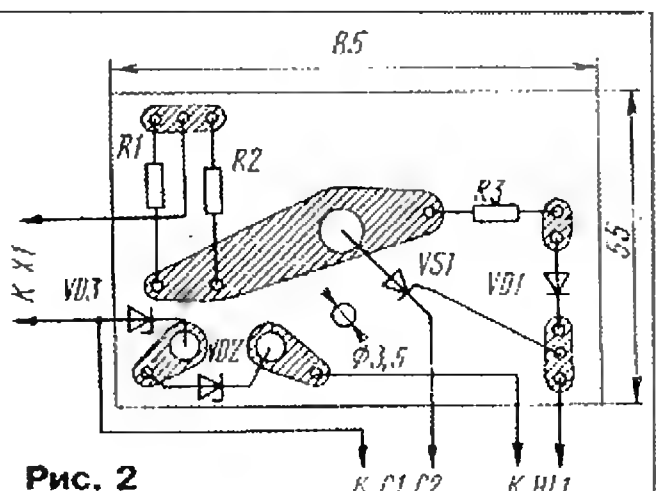

Рис. 2
Для примера на рис. 2 приведена печатная плата стабилизатора, предназначенного для установки в кожухе вспышки "ЛУЧ-70", укомплектованной малогабаритными (импортными) накопительными конденсаторами. Естественно, что для такой же фотовспышки, но с отечественными накопительными конденсаторами, потребуется иная печатная плата.
**"Pioneer CT-320"** (рис. 2) — внешний вид этого магнитофона оставил самое приятное впечатление из числа тестируемых. Функциональные возможности наиболее полные. Хорошее сбалансированное звучание и возможность несколько скорректировать звучание старых записей. Счетчик multifunctional, может работать в режиме реального времени. Однако приятное впечатление несколько портится от довольно шумной работы механизма переключения режимов. Выход на стереотелефоны нерегулируемый. В модели применена обычная универсальная головка с небольшим сроком службы. Заключение — широкие, даже исключительные функциональные возможности, необходимость в которых иногда даже сомнительна. В целом аппарат — средней категории качества.